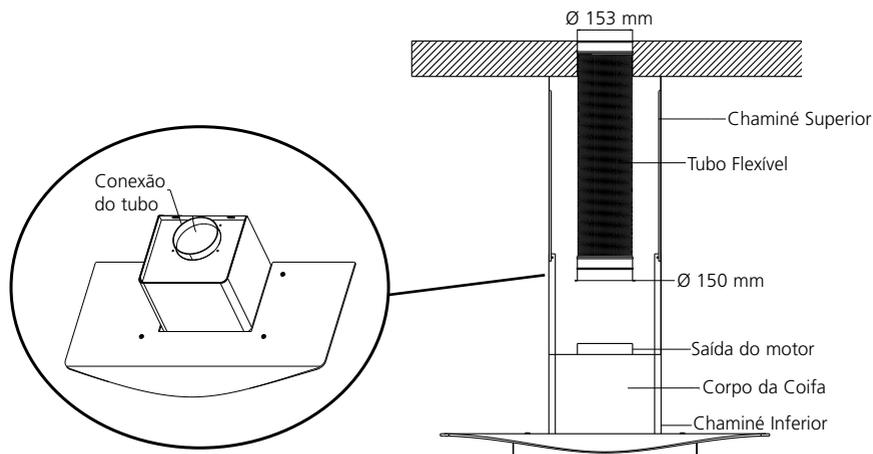

Fig. 7
- Encaixar o tubo flexível na saída do motor, pressionar até o seu perfeito encaixe [fig. 7], após colocar a abraçadeira de nylon que acompanha o produto.